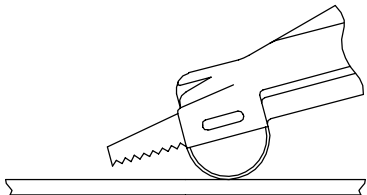

Figura 1
1. Segure a serra como mostrado na Figura 1 com o Guia da Serra firmemente contra o material e a ponta da Lâmina sobre o material. Aperte o Gatilho.